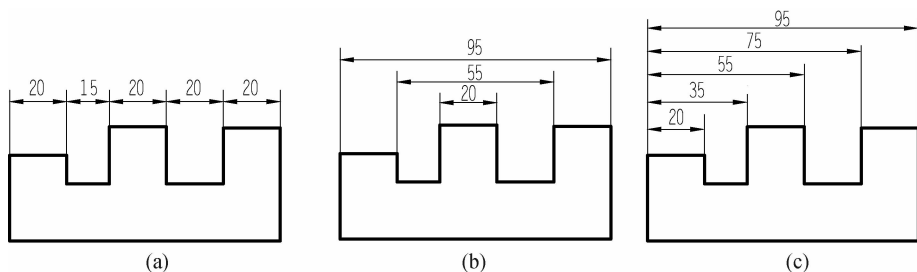

图 6-20 快速标注
- 连续(C):对所选择的多个对象快速生成连续标注,如图 6-20(a)所示。
- 并列(S):对所选择的多个对象快速生成并列标注,如图 6-20(b)所示。
- 基线(B):对所选择的多个对象快速生成基线标注,如图 6-20(c)所示。